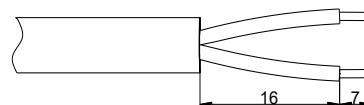

FIG 7 Stripping wire
- 2) Prepare ambas as extremidades do cabo conforme mostrado na FIG 7, removendo 23 mm da capa do cabo e 7 mm da isolação dos condutores.